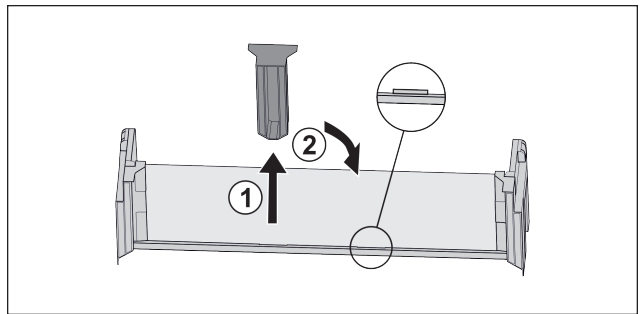

Fig. 36*
- ▶ Витягнути середню деталь для підтримки Fig. 36 (1)*
- ▶ Вставити середню деталь для підтримки на друге положення Fig. 36 (2)*